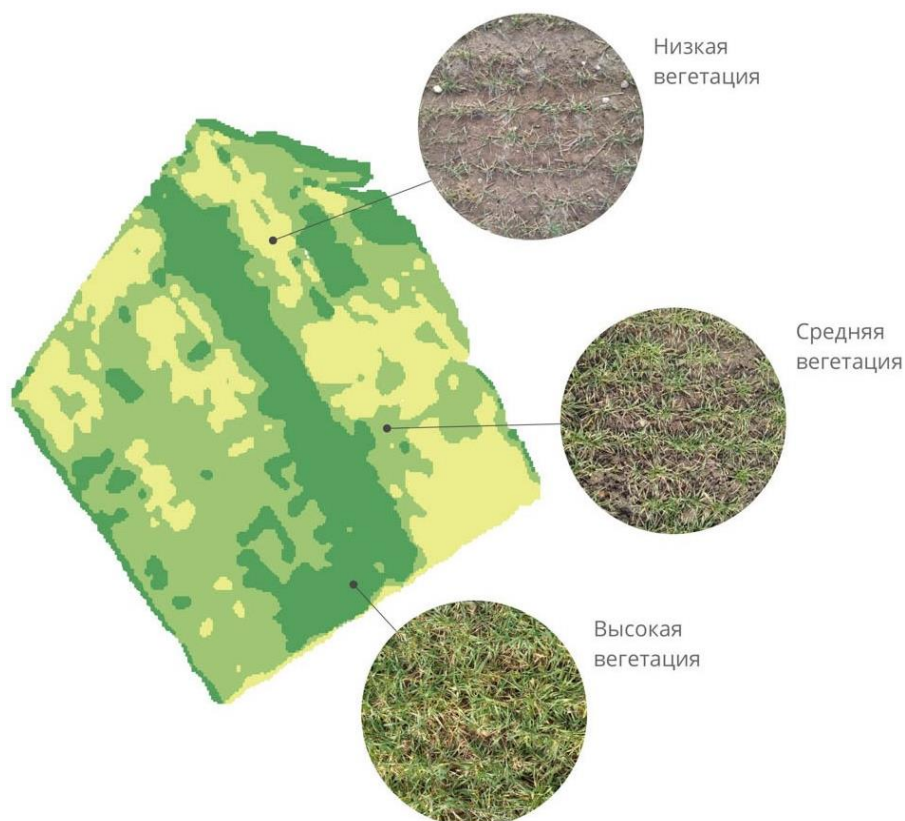

Рисунок 11.1 – Карта с различными участками развития растений
1. **Высокий вегетационный индекс** – меньше удобрений (рисунок 11.1). Часто высокий вегетационный индекс говорит о насыщенности почвы азотом. Чтобы избежать полегания зерновых культур и снизить выделение азота в окружающую среду, на таких участках рекомендуется уменьшать норму удобрений на 10–30 % от средней величины.